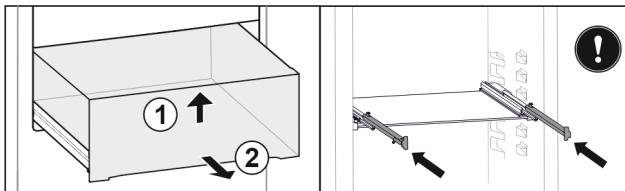

Fig. 82
- Приподнимите выдвижной ящик спереди. Fig. 82 (1)
- Извлеките выдвижной ящик движением вперед. Fig. 82 (2)